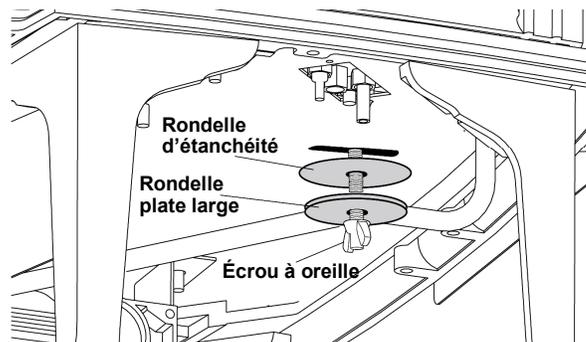

Figure 12. Repérez et retirez l'écrou à oreilles de l'obturateur d'air, sous le côté droit du poêle.
6. Retirez l'écrou à oreilles de l'obturateur d'air, situé sous le côté droit du poêle. Voir fig. 12.
19. **Ajustez l'obturateur d'air.** Vous devrez positionner l'obturateur d'air de façon à fournir un mélange air/gaz qui assurera la meilleure apparence des flammes pour votre installation. Commencez par ouvrir l'obturateur d'air à moitié en positionnant la tige de l'obturateur au milieu de la fente au bas du poêle. Voir les fig. 12 et 15. Poussez la tige vers l'avant pour ouvrir l'obturateur et augmenter le débit d'air. Avec l'expérience, vous trouverez la position de l'obturateur qui convient à votre installation.